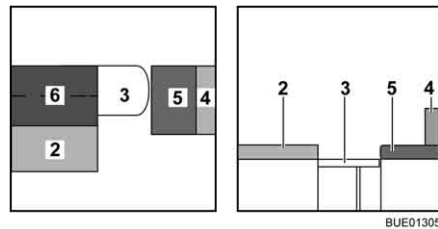

Bild 132 Während des Umbaus
- Das Zusatzpolster (Bild 132,6) aufklappen und auf den Tisch legen.